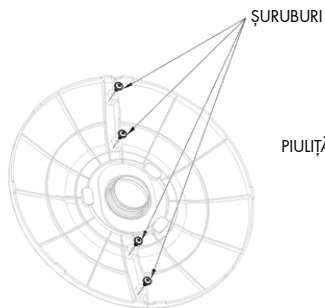

Fig. 1
1. Instalați bazele stânga și dreapta ca o unitate (Fig. 1). Conectați-le folosind șuruburi de montare. În continuare, trebuie să coordonați poziția părții inferioare a ventilatorului și a bazei.